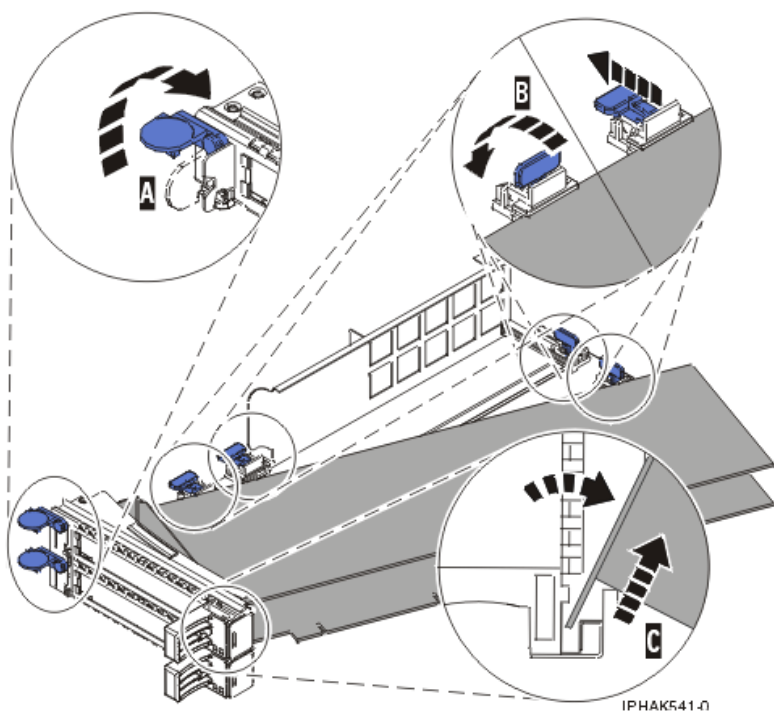
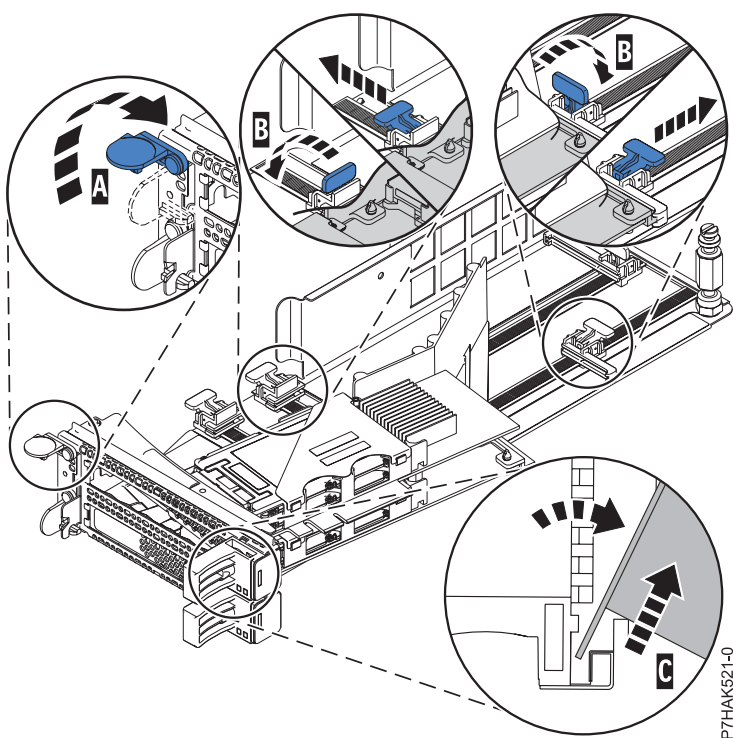

Figura 46. Adaptador que se ha quitado de la casete de adaptadores PCI
Figura 47. Adaptador RAID PCIe y SAS SSD extraído de la casete de adaptador PCI
- d. Desatornille el pivote (C) y colóquela en un lugar seguro.
- a. Desbloquee las piezas de retención del adaptador (B) rotando los clips de retención (A) a la posición horizontal. Consulte la sección Figura 46 en la página 68. Si está extrayendo un adaptador RAID PCIe y SAS SSD, consulte Figura 47 en la página 68.